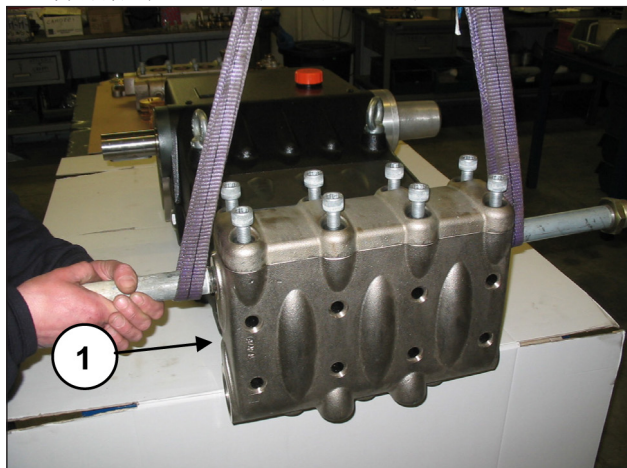
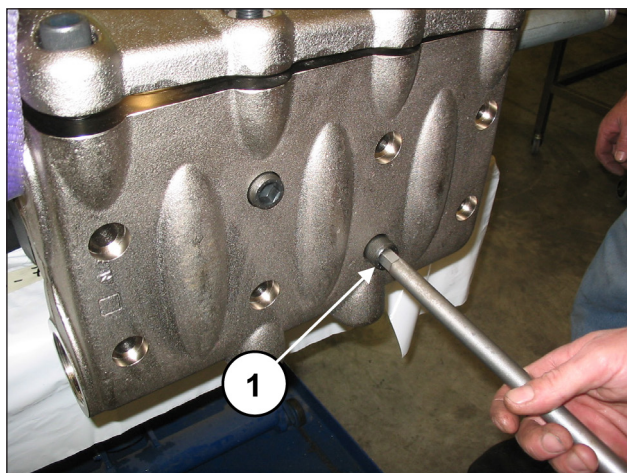

图 134
图 135
将泵头安装在泵壳（位置①，图 134）上，注意不要碰到活塞，并拧紧8个M16x150螺丝（位置②，图 135）。
拧紧8个M16x150螺栓，先从4个内螺栓交叉开始（见图 图 135），然后继续交叉拧紧4个外螺栓。